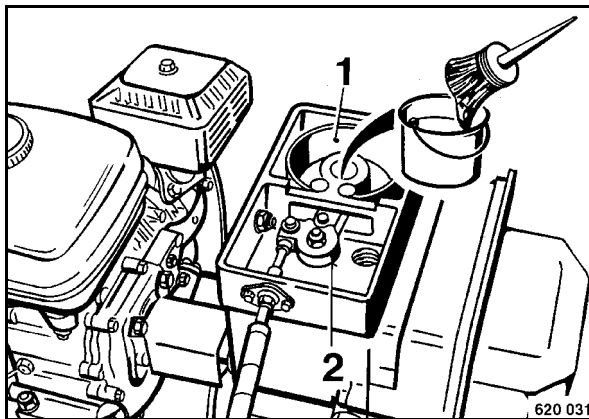

рис. 34
- Очистить и смазать пластинчатую пружину 1 (рис. 34) и переключение 2.